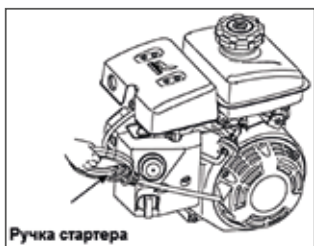

Рис. 9 Запуск двигателя
4. Проверните коленчатый вал двигателя ручным стартером (Рис. 9), пока не почувствуете сопротивление, затем медленно опустите ручку стартера вниз. Снова медленно потяните за ручку стартера, пока не почувствуете,